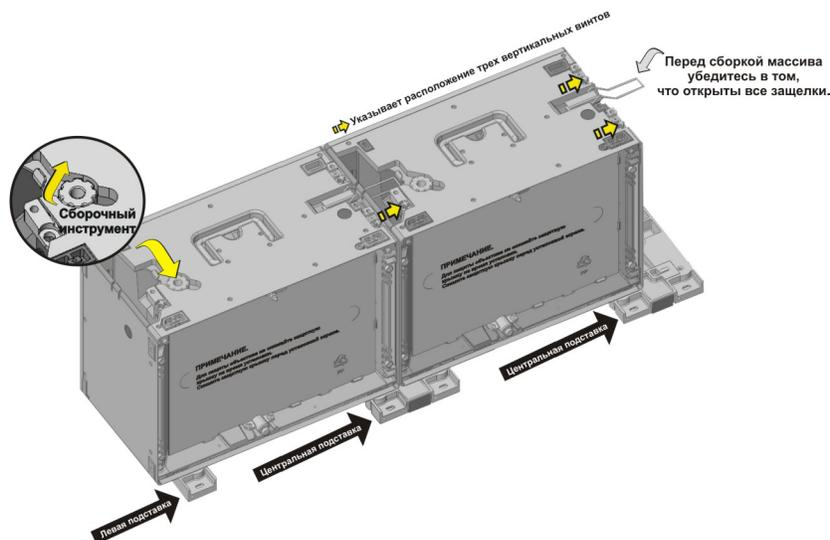

Рис. 2-4 Установка второй ячейки в первом ряду
5. Установите на центральную подставку следующую ячейку массива (**Рис. 2-4**). С помощью сборочного инструмента закрутите от руки 2 вертикальных винта, закрепив ячейку на центральной подставке. **НЕ ЗАТЯГИВАЙТЕ** винты полностью в этот момент, оставив возможность настройки. Выровняйте ячейку на центральной подставке в соответствии с положением предыдущей ячейки, закрепленной на боковой и центральной подставках (**Рис. 2-4**). С помощью сборочного инструмента закрутите от руки вертикальный винт на второй ячейке, установив ее на центральной подставке предыдущей ячейки.